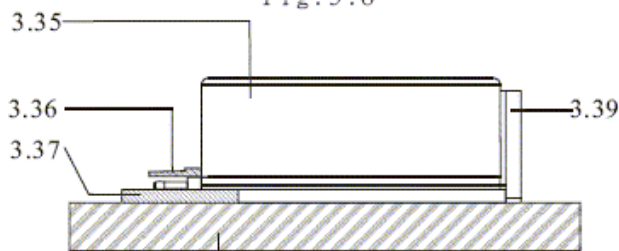

Fig. 3.9
- F.) Fare riferimento alla figura 3.7 e 3.8 per un corretto uso dello strumento in fase di misurazione. Il sensore deve essere verticale alla direzione di misura. Per una corretta misurazione aiutarsi con i piedini regolabili posti dietro lo strumento (vedi fig. 3.9) **La posizione corretta del tastatore è indicata dalla freccia sullo schermo del rugosimetro, questa deve essere in posizione "0"**